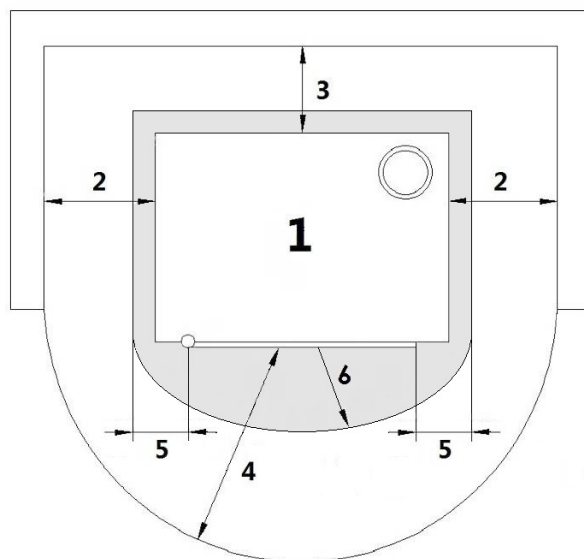

Fig. 10 - Installazione generica
- Per le stufe installate isolatamente devono essere staccate da eventuali muri e/o mobili, con un giro d'aria minimo ai lati e sul retro, per consentire un efficace raffreddamento dell'apparecchio e una buona distribuzione del calore nell'ambiente (vedi **Fig. 10 a pag. 13**).
- Per le norme di sicurezza antincendio si devono rispettare le distanze da oggetti infiammabili o sensibili al calore (divani, mobili, rivestimenti in legno ecc...) come riportato in **Fig. 10 a pag. 13**.
- Se il pavimento è costituito da materiale combustibile, si deve realizzare una protezione (piastra acciaio, refrattario, marmo...) in materiale incombusto. Per le dimensioni della protezione vedi **Fig. 10 a pag. 13**.